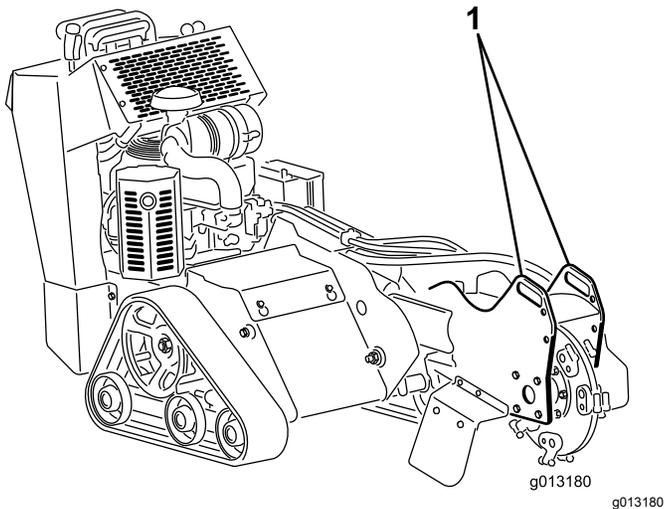
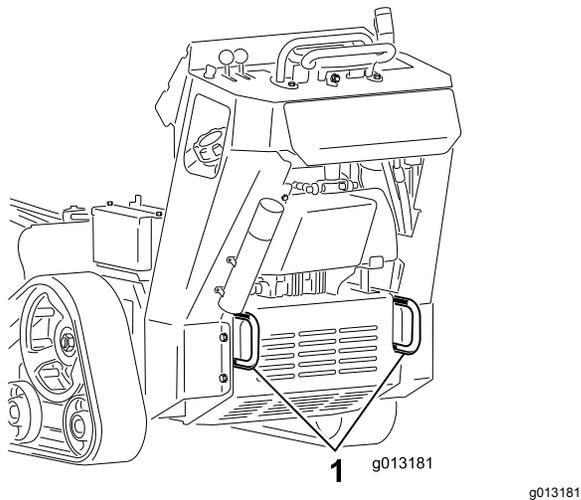

図 19
図 20
3. マシンの前後にあるロープ掛けポイントを利用して、ロープやチェーンなど適切なものでトレーラに機体を固定する 図 19 と 図 20。ロープ掛けや積荷固定についてはそれぞれの地域の法令などを順守してください。
ロープ掛けポイントを吊り上げポイントとして利用することができます 図 19 と 図 20。